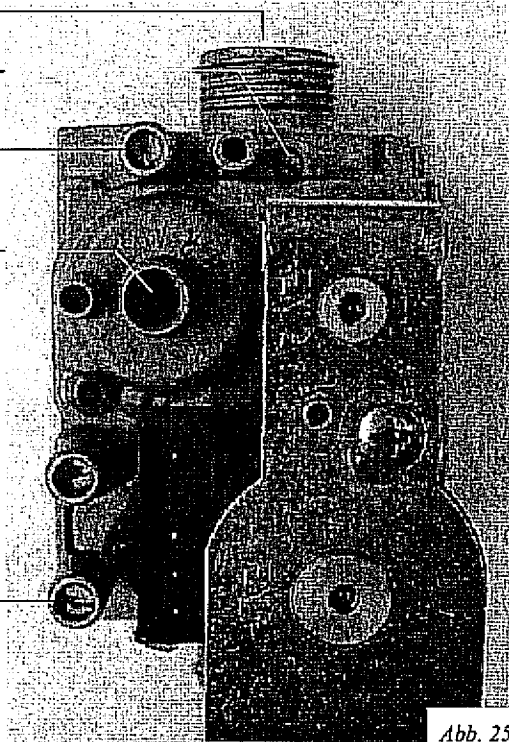

Abb. 25
3. Das Anschlussrohr zwischen Gasventil und Mischkammer demontieren, - siehe hierzu Abb. 25
5. Die Einstellschraube für die max. Druck fast gänzlich lockern (5). Die Einstellschraube für den Mindestdruck (4) eine Umdrehung hineinschrauben, Abb. 25.